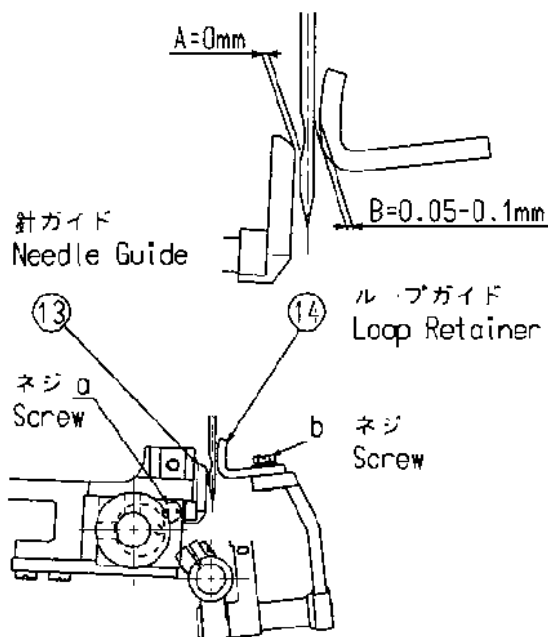

Fig.9
Loosen set screw, (a) of Fig.9, of Needle Guide ⑬, and adjust Needle Guide ⑬ so that clearance between Needle and Needle Guide (clearance 'A' of Fig.9) is 0(zero)mm, as Needle goes up. Firmly tighten set screw (a) after adjustment. Be sure that Needle Guide will not push Needle. Turn pulley by hand to confirm that Needle Guide does not push Needle. (If Needle Guide pushes Needle, Needle may break during operation.)
Loosen set screw, (b) of Fig.9, of Loop Retainer ⑭, and adjust Loop Retainer ⑭, so that clearance between Needle and Loop Retainer (clearance 'B') is 0.05 to 0.1mm. Firmly tighten set screw (b) after adjustment.
針ガイド⑬とループガイド⑭は、針が最も下がった位置から上昇していくとき、Fig.9 で示すように、針ガイド⑬の場合は(セットネジ a を緩めて)針と針ガイドの隙間 A が 0mm になるように針ガイドを調整しネジ a を締め付けてください。この時、プーリーを廻して針ガイドにより針を押していないかチェックしてください。針を押している場合は、針折れなどの原因となります。次にループガイド⑭の場合は、(セットネジ b を緩めて)針とループガイドの隙間 B が、0.05～0.1mm になるようにループガイドを調整し、ネジ b を締め付けてください。